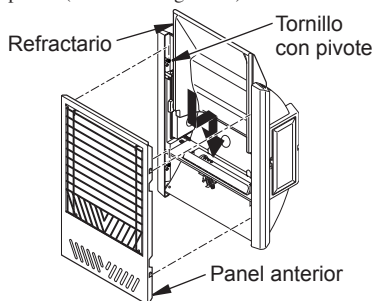

Figura 15 - Retiro del panel anterior y del refractario del calentador
1. Levante el refractario con cuidado y colóquelo en el calentador. Tenga cuidado de no dañar el refractario (consulte la figura 15). Si el refractario está dañado, llame al número telefónico que aparece en la sección *Piezas de repuesto*, en la página 21.
2. Instale el panel anterior del calentador encajando las ranuras de cada lado en los tornillos con pivote (consulte la figura 15).